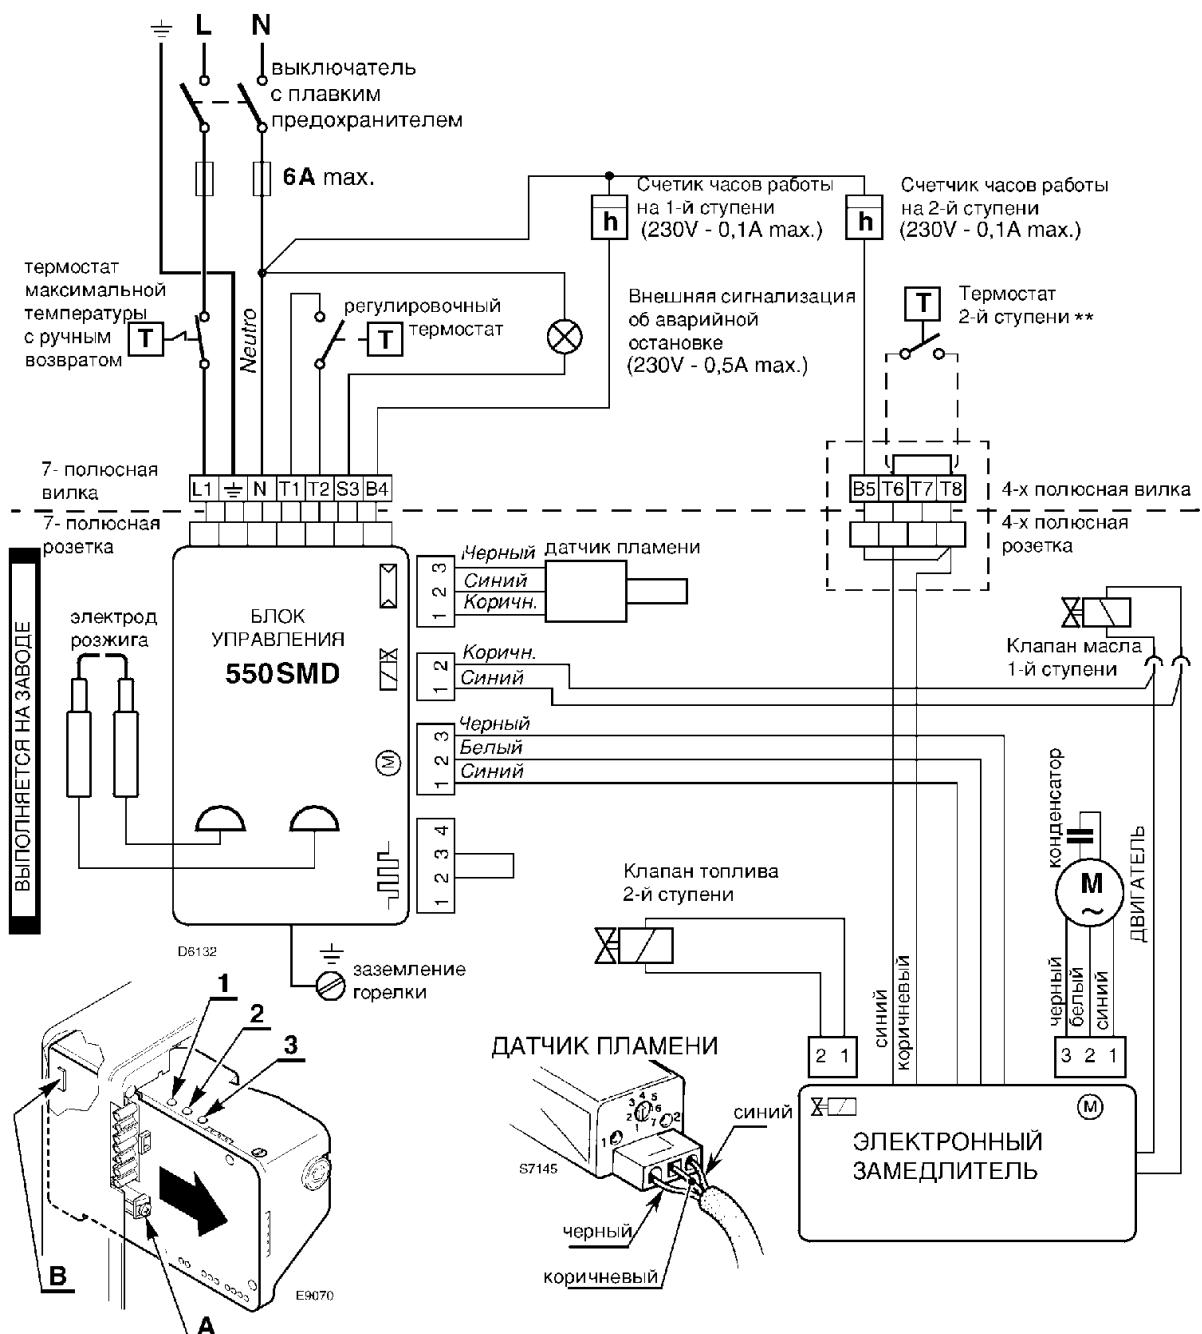

Рис. 11
➤ Для того, чтобы снять с горелки автомат горения, ослабьте винт (A, рис. 11) и, отсоединив все компоненты, потяните в направлении стрелки 7-штырьковую вилку с проводом заземления. При установке на место завинтите винт (A) с моментом силы 1 – 1,2 Н·м.
➤ Если горелка устанавливается на генератор теплого воздуха, уберите на автомате горения перемычку **B** (рис. 11).